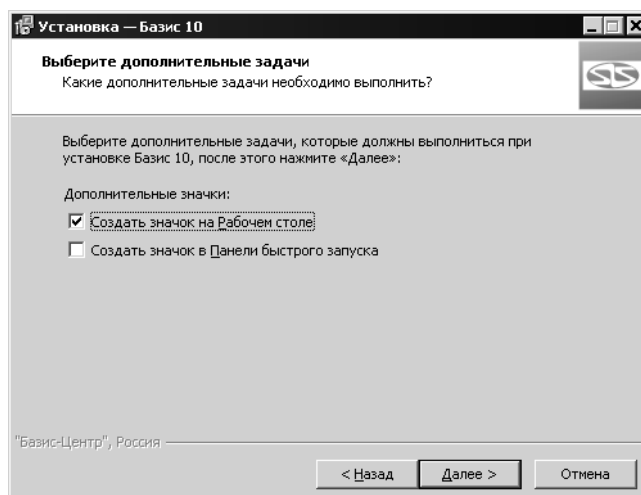

Рис. 3.5.
8. Разрешите создание необходимых ярлыков для запуска модулей (рис. 3.5).